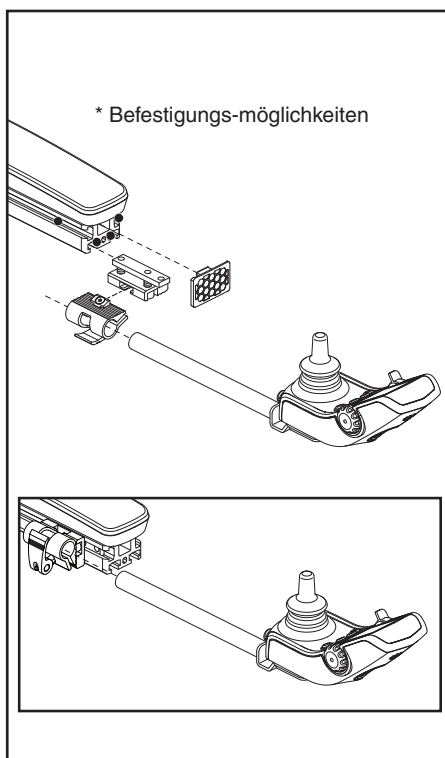

Abbildung 18. Position der Steuerung (abgebildet ist die Standard-Anbringung)
3. Lockern Sie die Befestigungsschrauben am Anbaublock der Steuerung. **Siehe Abbildung 18.**